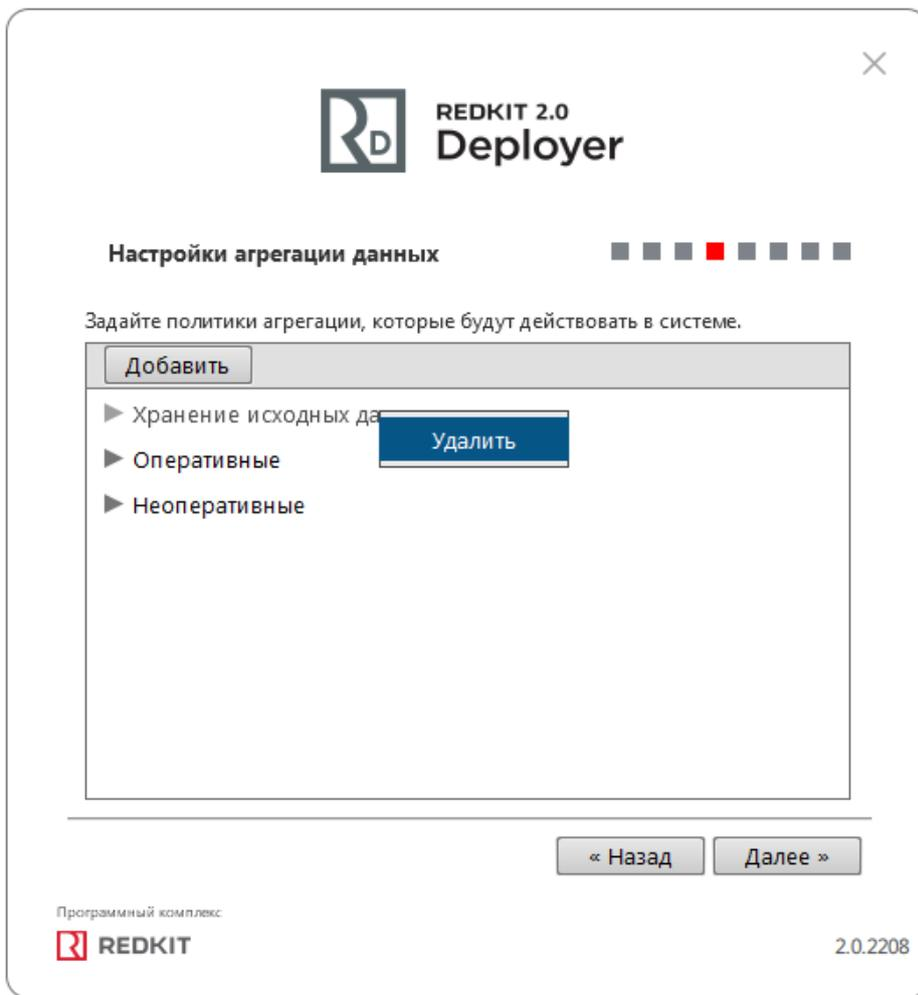

Рисунок 44 - Удаление политик агрегирования
**Удаление политик:** нажмите  по выбранной политике и выберите **Удалить** (Рисунок 44).